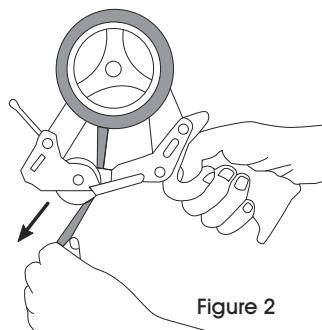

Figure 2
2. Unroll 5-6 inches of tape (sticky side down) and thread between rubber roller and metal loading gate. (See Figure 2)
- Déroulez 12 à 15 cm (5 à 6 po) de ruban (côté adhésif vers le bas) et enfilez-le entre le rouleau en caoutchouc et la porte de chargement en métal. (Voir Figure 2)